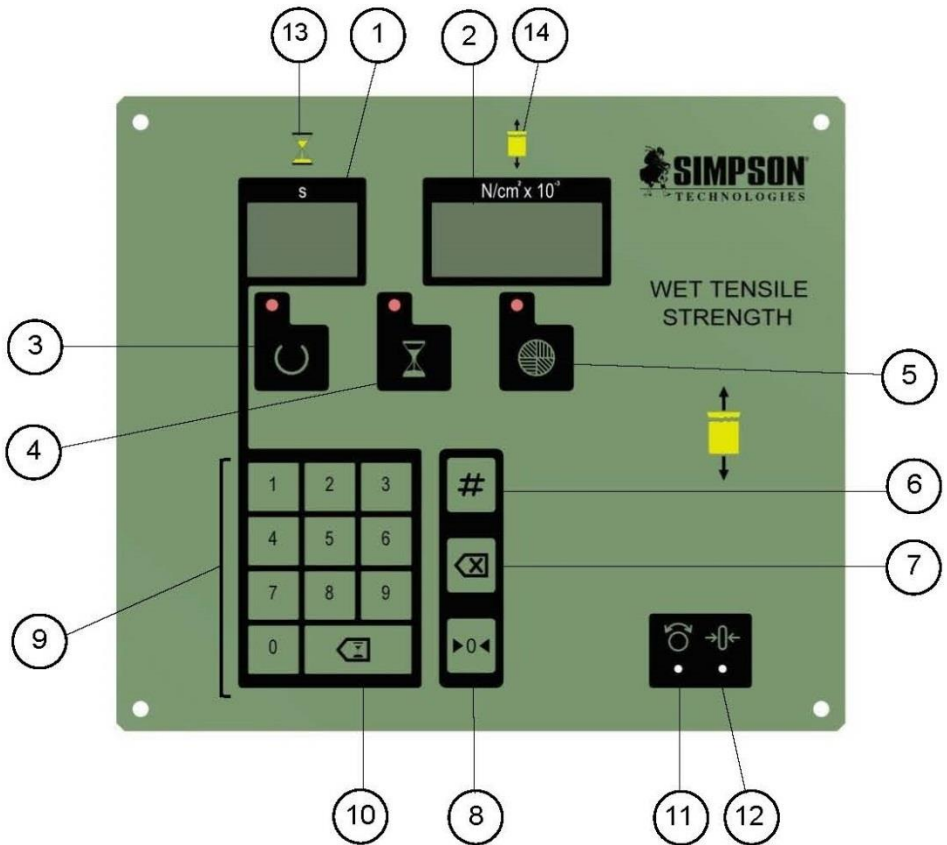

Figura 7-1 – Panel Electrónico
Esta información puede usarse para identificar y solucionar problemas de cualquier mensaje de error que aparezca en la pantalla de carga (Figura 7-1, Ítem 2) del Resistómetro de Tracción en Húmedo.
Si aparece un mensaje de error en la pantalla de carga, es necesario presionar el botón Limpiar Tensión (Figura 7-1, Ítem 7) para recuperar el sistema operativo del Resistómetro de Tracción en Húmedo.
- » El indicador Listo para Comenzar (Figura 7-1, Ítem 3) estaba apagado.
Este mensaje de error también aparecerá inmediatamente después de presionar el botón Mostrar Tensión Cero (Figura 7-1, Ítem 8) si el Resistómetro de Tracción en Húmedo detecta alguna turbulencia de carga en la horquilla de medición o si la horquilla de medición fue perturbada y/o trabada mecánicamente al tiempo que se presionaba el botón Mostrar Tensión Cero.
6. Con un cronómetro, cuidadosamente mida el tiempo que transcurre desde el momento en que los valores empiezan a aparecer en la pantalla de carga (Figura 7-1, Ítem 2) hasta que los primeros valores estables aparezcan en la pantalla digital. Tome nota del tiempo requerido para completar la carga. La tasa de aplicación de carga se calcula dividiendo la fuerza de tracción en húmedo indicada por el tiempo medido en segundos.
2. Cuidadosamente ajuste la calibración a Cero (Figura 7-1, Ítem 12) usando un destornillador pequeño por el agujero chico de acceso en el panel frontal electrónico. Lenta y suavemente rote el tornillo de calibración Cero para alcanzar una lectura 00 en la pantalla de carga (Figura 7-1, Ítem 2).
5. Cuidadosamente ajuste el lapso de calibración (Figura 7-1, Ítem 11) utilizando un pequeño destornillador en el pequeño agujero de acceso en el panel electrónico frontal. Lenta y suavemente rote el tornillo de calibración mirando mientras la pantalla de carga (Figura 7-1, Ítem 2). Ajuste el tornillo hasta que el peso de la Pesa Maestra de Calibración se muestre en la pantalla de carga.
7. La pantalla de carga (Figura 7-1, Ítem 2) debería leer 00. En caso de que no sea así, repita los Pasos 2 hasta 6 hasta que la pantalla de carga indique 00 después de que la Pesa Maestra de Calibración se quite de la horquilla de medición.
3. Utilizando el teclado numérico (Figura 7-1, Ítem 9), ingrese un tiempo de calentamiento corto (2 segundos). Vea Sección 5.2 “Realizar un Ensayo de Tracción en Húmedo” para el procedimiento detallado para programar el tiempo de calentamiento.
5. Presione el botón (Figura 7-1, Ítem 6). La mesa y el centrador de horquilla se elevarán y harán contacto con la placa calefactora. La mesa mantendrá en esta posición durante el tiempo de calentamiento programado. Después de transcurrido, la mesa lentamente descenderá y la brida del centrador de horquilla contactará los pernos soporte de la horquilla de medición.